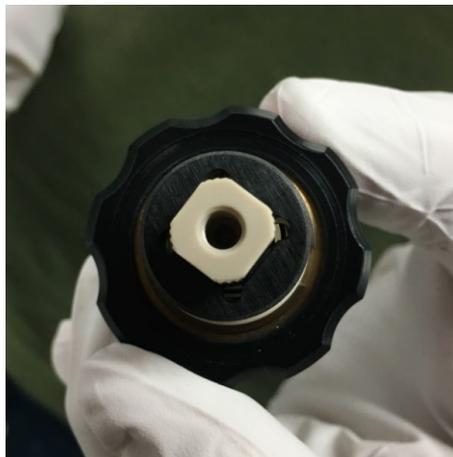

Abbildung 95: Korrekte Nadeljustierung
- 15) Nach korrekter Justierung der Länge wird die Nadel arretiert, indem die Sonde oben so gedreht wird, bis sie mit dem Quadrat in der Feder an der Zerstäubersonde bündig ist. Siehe Abbildung 95.